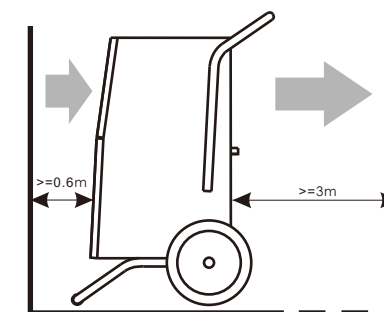

FIG. 2
- Para un mejor funcionamiento, sugerimos que guarde una distancia mínima a las paredes por los lados de succión y descarga de 0,6 y 3 m respectivamente (Véase FIG.2).